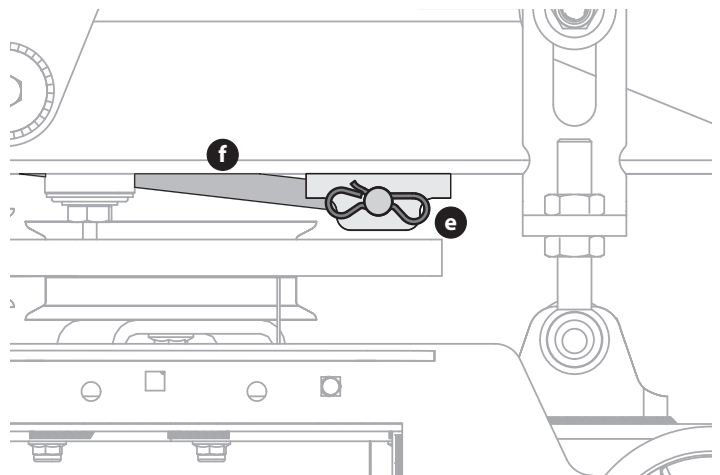

Fig. 38
6. Extraiga los clips de pajarita (e) que fijan las varillas de control de la plataforma delantera (f) a los lados izquierdo y derecho de la plataforma (Fig. 38).